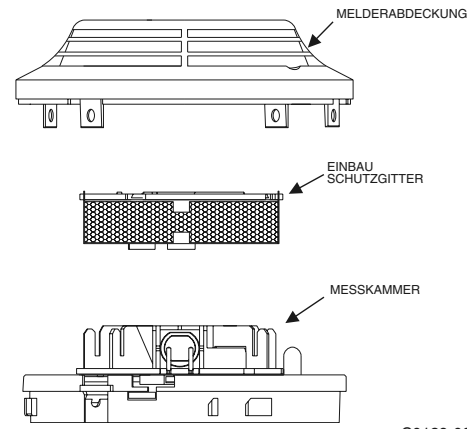

ABBILDUNG 4. C0139-00
3. Ziehen Sie das Schutzgitter /Messkammer ab (siehe Abb. 4).